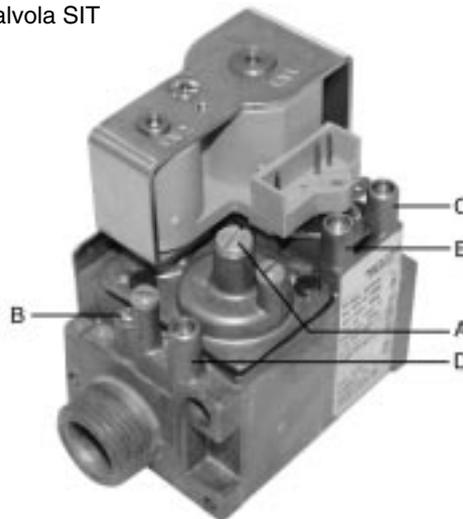

fig. 1
- agire sul regolatore di portata C della valvola gas (fig. 1, pag. 6): in senso orario per aumentare, antiorario per diminuire (data la sensibilità della vite sono sufficienti rotazioni di minima entità);
- togliere il tappo A del regolatore di pressione della valvola gas (fig. 1, pag. 6);